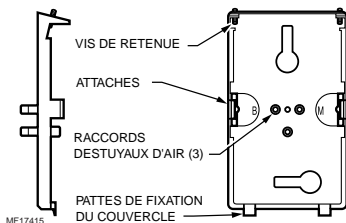

Fig. 5. Plaque-support.
- d. Pour retirer le couvercle du thermostat, faire tourner lentement la vis dans le sens horaire jusqu'à ce que le couvercle puisse être retiré. Pour retirer le thermostat de la plaque-support, écarter les pattes de fixation (Fig. 5) et séparer le thermostat de la plaque.
7. Appuyer le thermostat contre la plaque-support jusqu'à ce qu'il soit bien placé et que les pinces à l'arrière de la plaque-support soient bien engagées (Fig. 5).
**REMARQUE :** Prendre soin de bien orienter la fenêtre. Vu de devant, les ouvertures du point de consigne et Day/Auto sont situées dans le bas si le thermostat est installé à la verticale, ou dans la partie droite si le thermostat est installé à l'horizontale. Le couvercle comporte des fentes qui doivent correspondre aux pattes de fixation de la plaque-support (Fig. 5).